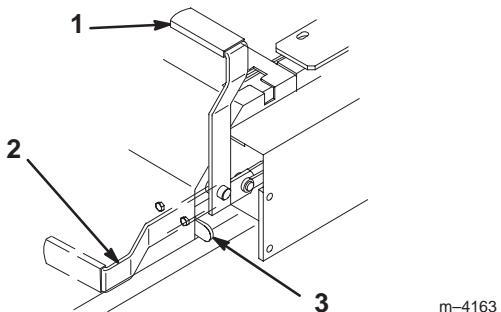

Figure 9
2. Tirez le frein de stationnement en arrière et vers le haut pour le serrer (Fig. 9). Une fois serré, le frein de stationnement ne doit plus bouger.
1. Poussez le levier du frein de stationnement vers l'avant et vers le bas (Fig. 9) afin de le desserrer. Le frein de stationnement est alors **desserré** et le levier est en appui contre la butée du frein.